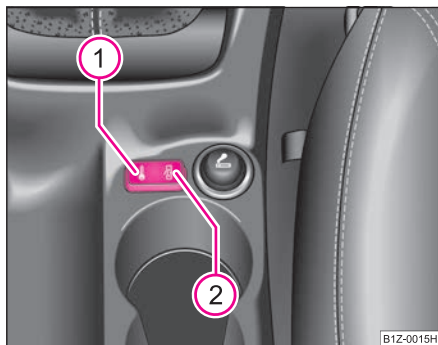

Fig. 28 Consola centrală: Tastele închiderii centralizate
- Apăsați tasta ① ⇒ fig. 28. Simbolul din tastă se aprinde.
- Apăsați tasta ② ⇒ fig. 28. Simbolul din tastă se stinge.